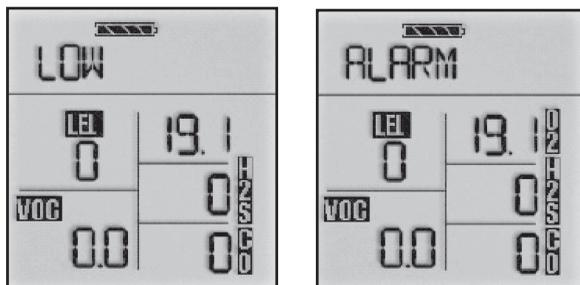

Figura 9:
4.1.1 Rivelazioni di ossigeno (% O₂) (Figura 9)